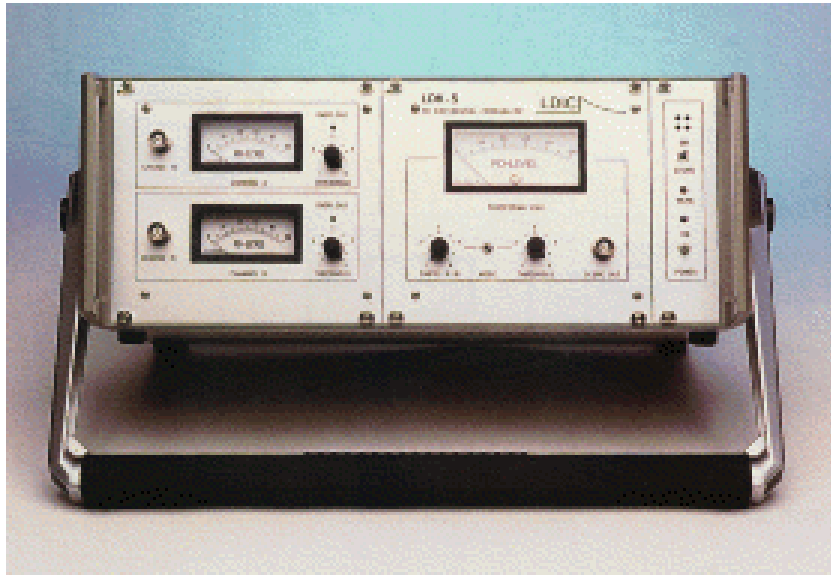

Bild 1: LDK-5
- TE-Störimpulskomparator LDK-5 (Bild 1)